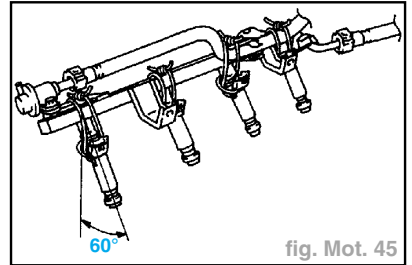

fig. Mot. 45
- Serrer fermement les injecteurs de carburant sur le doseur-distributeur au moyen d'un fil (fig. Mot. 45).
- Basculer les injecteurs de carburant **d'environ 60°** et vérifier que l'écoulement de carburant par les gicleurs d'injecteur est conforme aux spécifications (fig. Mot. 45).